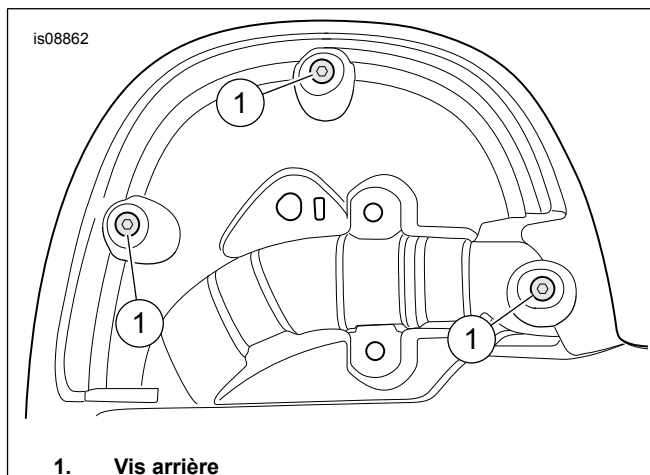

Figure 1. Vis arrière
1. Voir Figure 1 . À l'arrière d'un carénage, déposer les vis arrière (1).